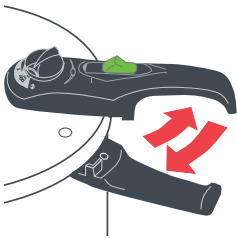

Fig.5
Tapa (1). Fabricada de acero inoxidable de alta calidad y grueso calibre. Es necesario que la tapa esté trabada correctamente y con la presión de funcionamiento correctamente seleccionada para que la olla alcance la presión suficiente. Para colocar fácilmente la tapa, alinee la marca ● que está al lado izquierdo del mango, en la parte superior de la tapa, con la marca ● de la parte superior del mango de la olla. (Fig. 5)